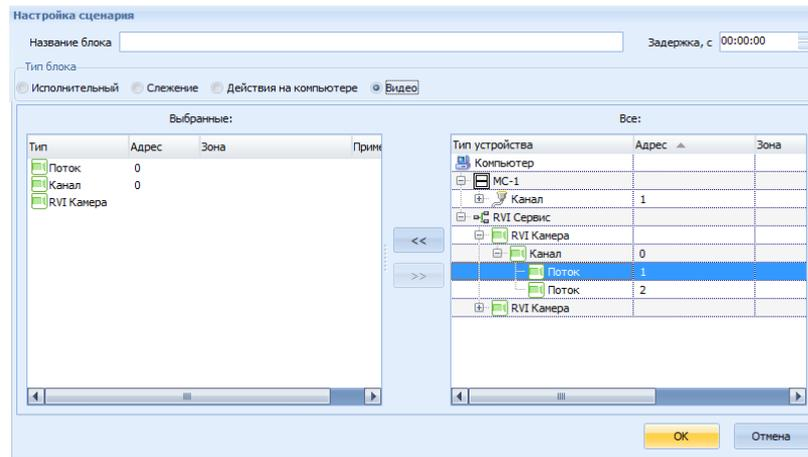

Рисунок 7.53 Окно «Настройка сценария», блок «Видео»
- 4) в открывшемся окне «Настройка сценария» необходимо указать **Название блока**, а также перенести устройства: RVI сервис, RVI камера, Канал и Поток из поля «Все» в поле «Выбранные», а затем нажать кнопку **ОК** (Рисунок 7.53).